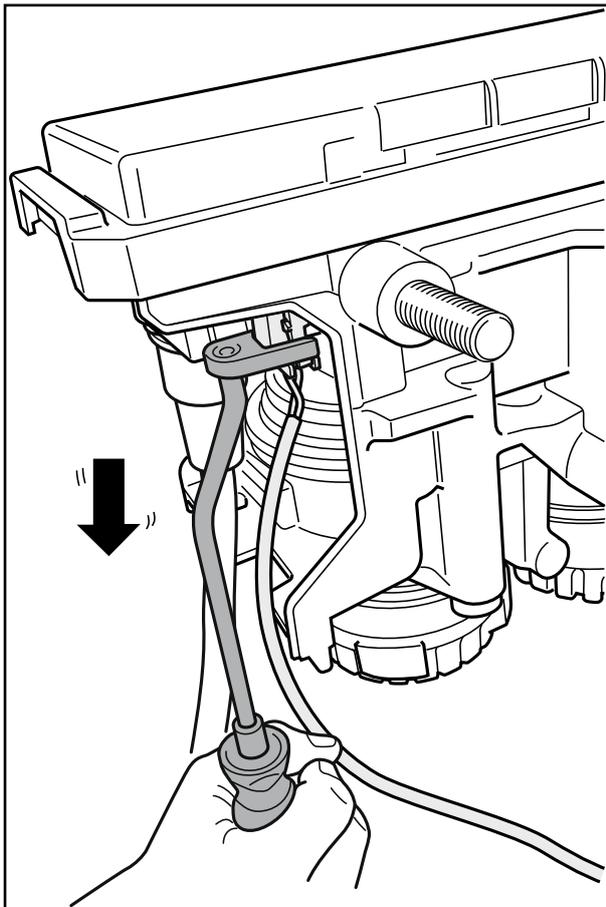

Fig. 3
- Posizionare l'estrattore sulle spine come mostrato e tirare verso il basso (Fig.3)